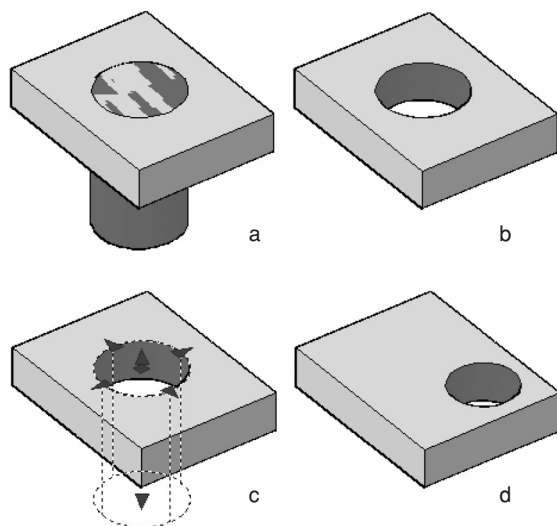

Fig. 9.26 Modificarea solidelor inițiale
Specify height or [2Point/Axis endpoint] <valoare>: se trage cu mouse-ul, spre baza plăcii, până când va rezulta un cilindru mai lung decât grosimea plăcii – vezi Fig. 9.26, a.
- Se generează solidul prin extragerea cilindrului din placă, folosind comanda **Subtract** din paleta **Dashboard** – vezi Fig. 9.26, b.
3. Cu tasta <Ctrl> apăsată, se selectează cilindrul – vezi Fig. 9.26, c.
4. Folosind *grip*-urile obiectului cilindric, se modifică mărimea razei și poziția acestuia – vezi Fig. 9.26, d.